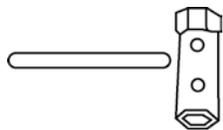

图 1-14 火花塞套筒
(3) 火花塞套筒。火花塞套筒为内六角筒式结构，筒身上加工有手柄穿入孔，用于拆装火花塞，如图 1-14 所示。